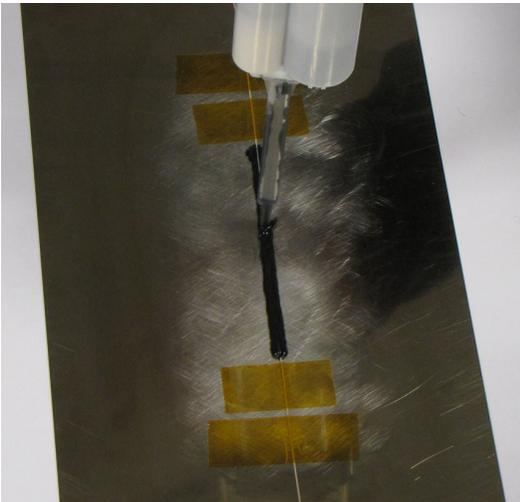

Abb. 2.13 Abdecken der Glasfaser mit dem Epoxidharzklebstoff
- ▶ Über der eingebetteten Faser eine zweite Schicht des Klebstoffs auftragen, sodass die Faser vollständig bedeckt ist. Zur Vermeidung von Lufteinschlüssen die Mischdüse nahe über der Faser und senkrecht zur Bauteiloberfläche bewegen (Abb. 2.13).